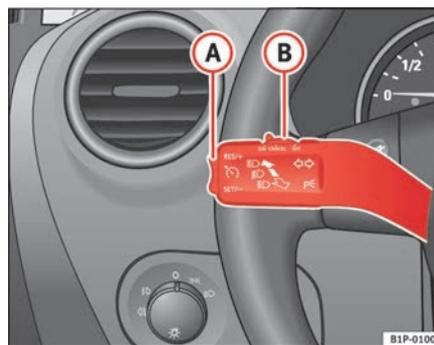

Fig. 128 Leva degli indicatori di direzione e degli abbaglianti: interruttore e tasto di comando del regolatore di velocità
- Premere la parte superiore del tasto **RES/+** ⇒ fig. 128 **A** per aumentare la velocità. La velocità sale finché si tiene premuto il tasto. Il sistema memorizza come parametro di riferimento la velocità raggiunta nel momento in cui si lascia andare il tasto.
Se si riduce la velocità schiacciando il pedale del freno, il regolatore si disattiva. Per riattivare il regolatore di velocità basta premere una volta sulla parte superiore del tasto **RES/+** ⇒ pag. 175, fig. 128 **A**.